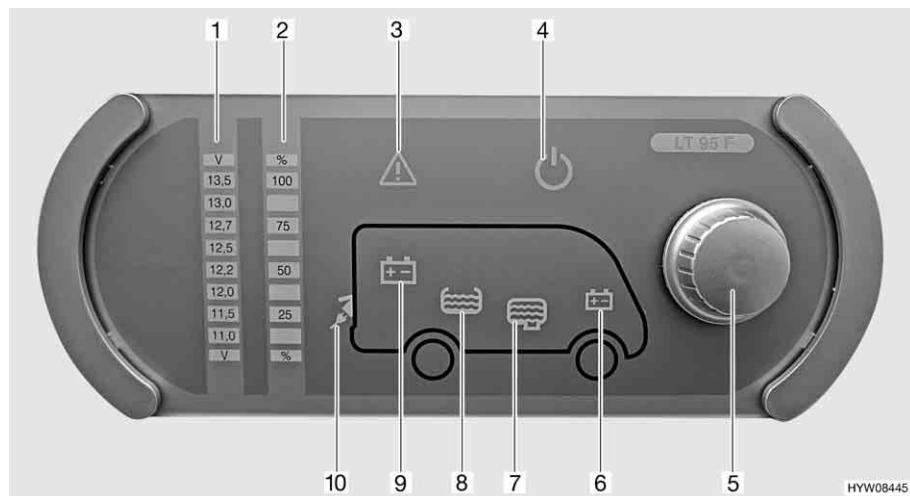

Fig. 98 Pannello di controllo (LT 95)
Il pulsante a rotazione (Fig. 98,5) inserisce o disinserisce il pannello di controllo e l'alimentazione a 12 V dell'abitacolo.
- Premere il pulsante a rotazione (Fig. 98,5): L'alimentazione a 12 V dell'abitacolo è inserita. La spia di controllo a 12 V (Fig. 98,4) diventa verde.
- Premere il pulsante a rotazione (Fig. 98,5): L'alimentazione a 12 V dell'abitacolo è disinserita. La spia di controllo a 12 V (Fig. 98,4) si spegne.
Mediante il pulsante a rotazione (Fig. 98,5) si possono interrogare sia la tensione della batteria dell'abitacolo che la tensione della batteria di avviamento. La tensione viene visualizzata sulla scala indicatore per la tensione della batteria (Fig. 98,1).
- Indicazione:* ■ Ruotare il pulsante a rotazione (Fig. 98,5), finché si accende il simbolo della batteria della quale deve essere interrogata la tensione.
Viene indicata la tensione della batteria dell'abitacolo (Fig. 98,9)
Viene indicata la tensione della batteria di avviamento (Fig. 98,6)
- Leggere la tensione sulla scala indicatore della tensione della batteria (Fig. 98,1).
Mediante il pulsante a rotazione (Fig. 98,5) si possono interrogare sia il livello del serbatoio dell'acqua che il livello del serbatoio delle acque grigie. Il livello viene visualizzato sulla scala indicatore livello dei serbatoi (Fig. 98,2).
- Ruotare il pulsante a rotazione (Fig. 98,5), finché si accende il simbolo del serbatoio del quale deve essere interrogato il livello.
Viene indicato il livello del serbatoio dell'acqua (Fig. 98,8)
Viene indicato il livello del serbatoio delle acque grigie (Fig. 98,7)
- Leggere il livello sulla scala indicatore del livello serbatoio (Fig. 98,2).
La spia luminosa Alarm (Fig. 98,3) lampeggia non appena i valori limite fissati vengono superati per eccesso o per difetto.
La spia luminosa Alarm (Fig. 98,3) lampeggia non appena la tensione della batteria scende al di sotto di 11 V. Se l'alimentazione a 12 V è accesa, si accende anche il relativo simbolo della batteria (Fig. 98,6 o 9), e l'indicatore "11,0" sulla scala indicatore della tensione della batteria (Fig. 98,1) lampeggia. Rischio di uno scaricamento totale della batteria.
La spia luminosa Alarm (Fig. 98,3) lampeggiava ed il relativo simbolo del serbatoio (Fig. 98,7 o 8) si accende non appena il serbatoio dell'acqua è vuoto o il serbatoio delle acque grigie è pieno.
La spia di controllo a 230 V (Fig. 98,10) si accende quando all'ingresso della centralina elettrica è presente una tensione di rete.